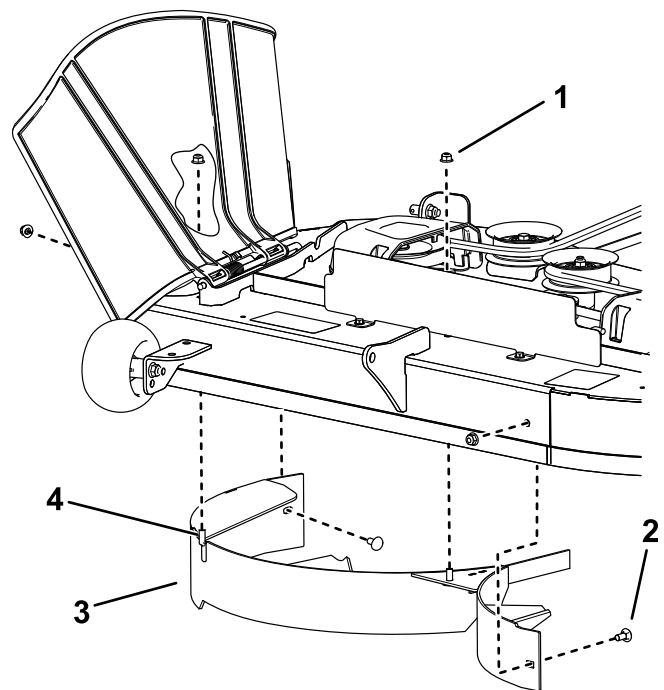

Figure 12
4. Déposez les 2 contre-écrous (5/16") des montants soudés du déflecteur (Figure 12).
5. Retirez les 2 boulons de carrosserie et les 2 contre-écrous qui fixent le déflecteur au plateau, puis déposez le déflecteur (Figure 12).
6. Localisez les 2 boulons dans les pièces détachées et insérez-les, avec les contre-écrous existants, dans les trous utilisés pour les montants soudés (Figure 12) afin d'éviter la projection de débris.